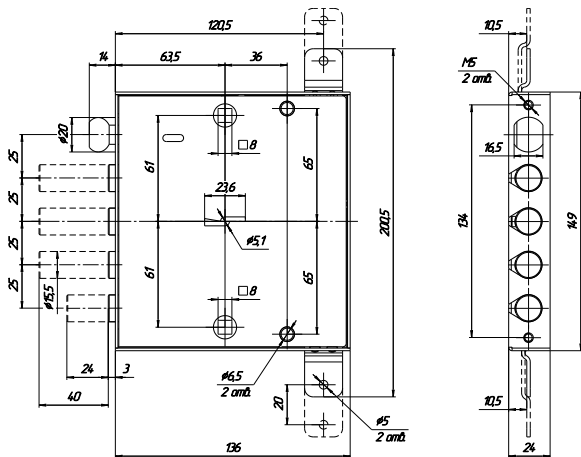

Рис.2
5.1. Произвести разметку и выполнить на полотне двери отверстия под пальцы засова, защёлки, задвижки, отверстия для ключа, для стержня ручек фалевых, 2 отв. для крепления накладок, а в дверной коробке – отверстия для пальцев засова, защёлки, задвижки (см. рис.2).